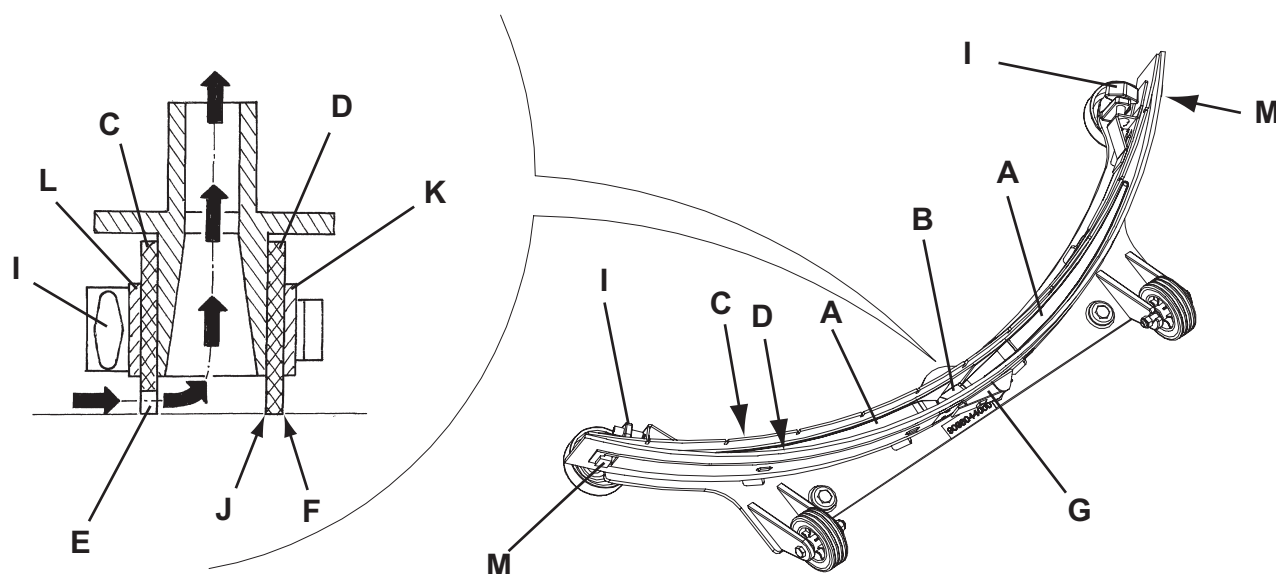

Figure 6
3. Baisser l'embouchure (21) au moyen du levier (7).
4. Desserrer les boutons (22) et déposer l'embouchure (21).
5. Déconnecter le tuyau d'aspiration (10) de l'embouchure.
6. Laver et nettoyer l'embouchure (Fig. 6). Nettoyer en particulier les compartiments de convoyage (A) et l'orifice d'aspiration (B) de la saleté et des déchets. Contrôler que la lamelle en caoutchouc avant (C) et la lamelle en caoutchouc arrière (D) sont intactes et qu'elles ne présentent pas de coupures ou déchirures ; dans le cas contraire, les remplacer (voir la procédure au paragraphe suivant).
1. Nettoyer l'embouchure (Fig. 6) comme décrit au paragraphe précédent.
2. Contrôler que le bord (E) de la lamelle en caoutchouc avant (C) et le bord (F) de la lamelle en caoutchouc arrière (D) se posent simultanément sur le marbre de contrôle, et en toute leur longueur ; dans le cas contraire, régler leur hauteur en procédant selon les instructions suivantes :
- Déposer le tirant (G), décrocher les dispositifs de retenue (M) et régler la lamelle en caoutchouc arrière (D), puis accrocher les dispositifs de retenue et installer le tirant.
- Desserrer les boutons (I) et régler la lamelle en caoutchouc avant (C), puis serrer les boutons.
3. Contrôler que la lamelle en caoutchouc avant (C) et la lamelle en caoutchouc arrière (D) sont intactes et qu'elles ne présentent pas de coupures ou déchirures ; en cas contraire, les remplacer en procédant comme suit. Contrôler que l'arête (J) de la lamelle en caoutchouc arrière n'est pas usée ; en cas contraire, tourner la lamelle en caoutchouc, en remplaçant l'arête usée avec l'une des trois arêtes intactes. Si toutes les arêtes sont usées, remplacer la lamelle en caoutchouc en procédant comme suit :
- Déposer le tirant (G), décrocher les dispositifs de retenue (M) et enlever la bande de retenue (K), puis remplacer / tourner la lamelle en caoutchouc arrière (D).
- Dévisser les boutons (I) et enlever la bande de retenue (L), puis remplacer la lamelle en caoutchouc avant (C).